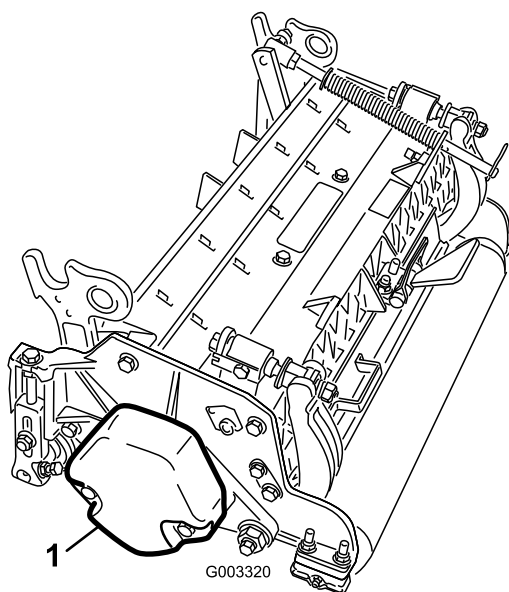

Figura 6
1. Nas unidades de corte #2 e #4, remova os 2 parafusos que prendem o contrapeso à extremidade esquerda da unidade de corte. Remova o contrapeso (Figura 6).